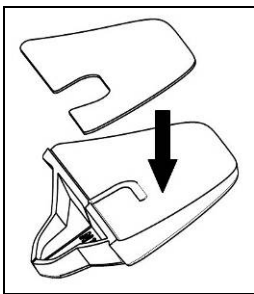

Fig. 3
- Aplicar el biadhensivo en dotación sobre el adaptador plástico seleccionado (Fig. 3);